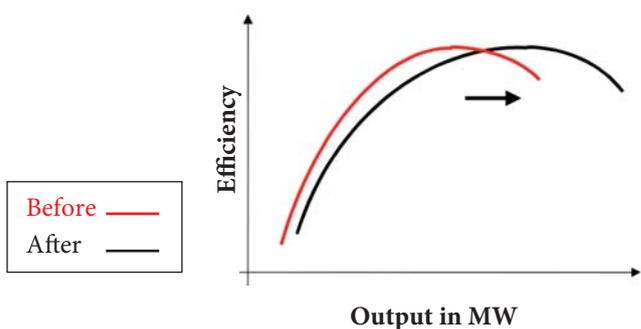

Figure 3
- La possibilité de produire plus de puissance ce qui permet de mieux répondre à la demande de pointe (figure 3).